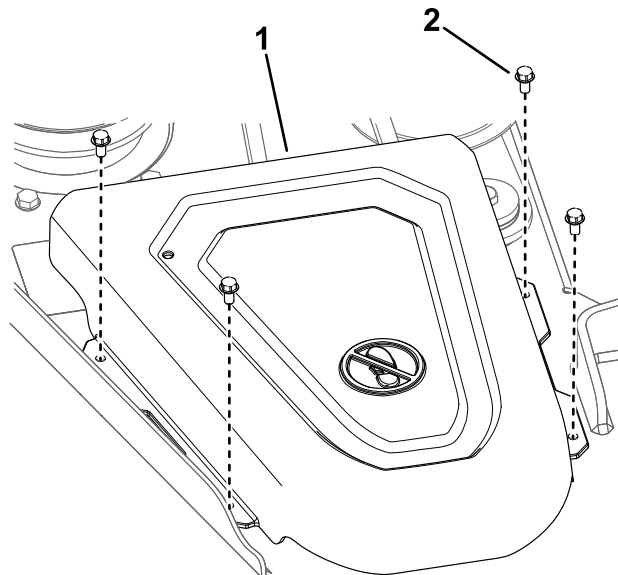

Figure 45
4. Déposez les couvercles de poulie (Figure 45).